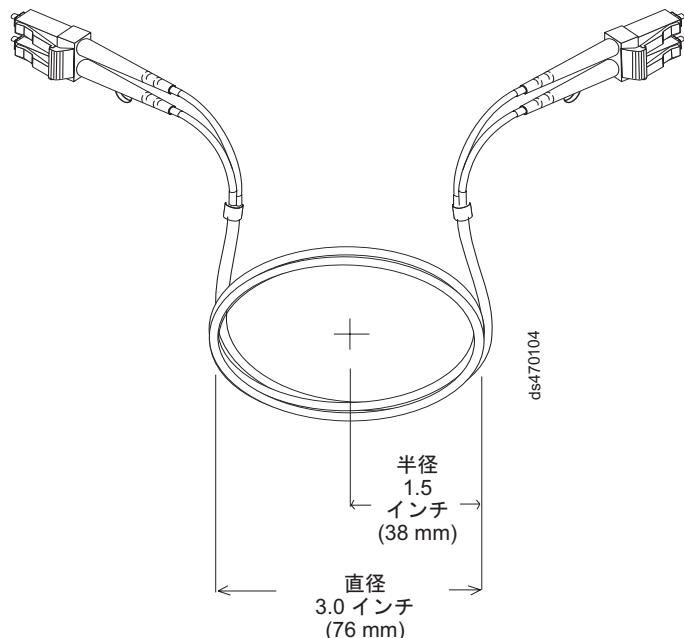

図 25. 光ファイバー・ケーブルの曲げおよびループに関する仕様
- 余分な、または未使用の光ファイバー・ケーブルを保管するときは、ケーブルを直径 76 mm (3 インチ) 未満または半径 38 mm (1.5 インチ) 未満に曲げないでください。また、ケーブルを折り返さないでください。 56 ページの図 25 を参照してください。